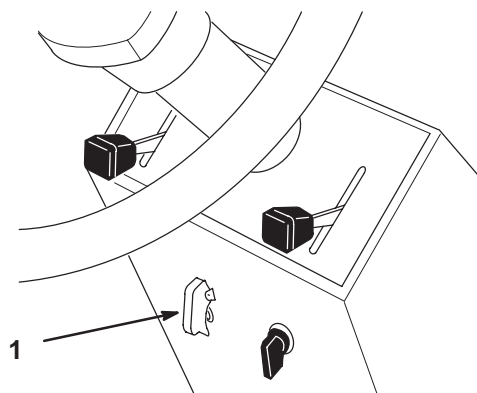

Bild 7
3. Heben Sie zum Aktivieren der Zapfwelle die Abdeckung hoch und schieben den ZWA-Schalter auf "EIN" (Bild 7).
1. Das Schließen der Hubabdeckung stellt den ZWA-Schalter auf "AUS" (Bild 7).